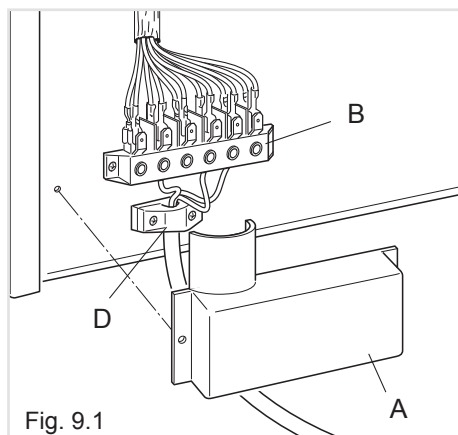

Fig. 9.1
- Dévissez les vis de fixation de la protection “A” située derrière la cuisinière (fig. 9.1).
- Placez le câble d'alimentation à travers du collier de serrage “D” (fig. 9.1).
- Placer les cavaliers U sur la borne “B” (fig. 9.1) suivant les schémas de les figures 9.2, 9.3.